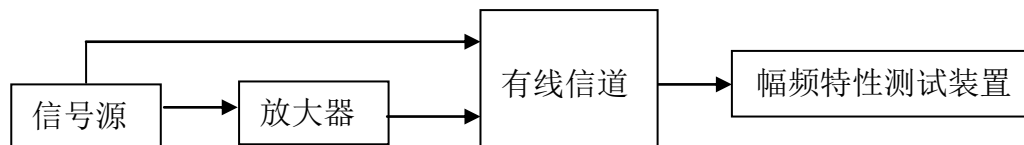

图 2 有线信道幅频特性测试装置框图（发挥部分（2））
- (1) 在电源电压为+5V 时，要求放大器在负载电阻为 600Ω 时，输出电压有效值为 1V，且波形无明显失真。
(2) 如图 2 所示，将信号源的频率信息、放大器的输出信号利用一条 1.5m 长的双绞线（一根为信号传输线，一根为地线）与幅频特性测试装置联接起来，由幅频特性测试装置完成放大器输出信号的幅频特性测试，并在示波器上显示放大器输出信号的幅频特性。